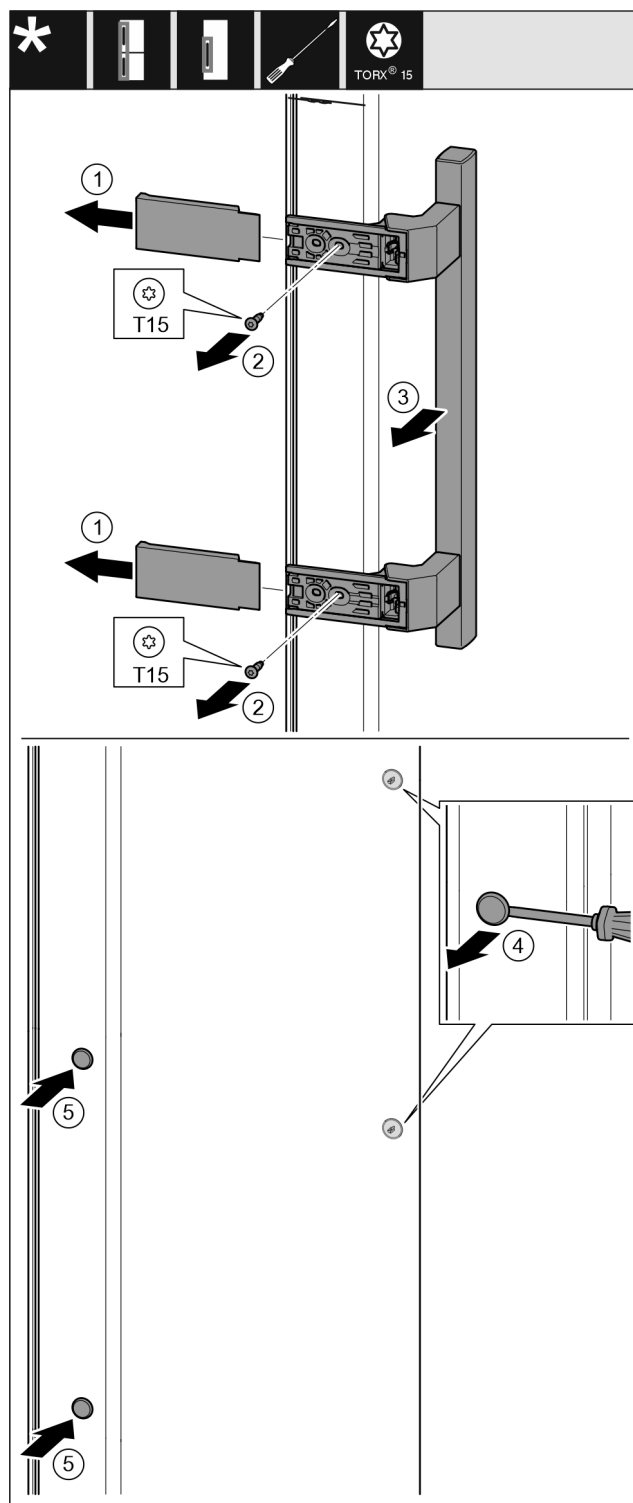

Fig. 19
- Stiahnite kryt. Fig. 19 (1)
- Skrutkovačom Torx 15 vyskrutkujte skrutky. Fig. 19 (2)
- Odoberte držadlo. Fig. 19 (3)
- Plochým skrutkovačom opatrne nadvihnite a vyberte bočnú zátku. Fig. 19 (4)
- Zátku opäť nasadíte na druhú stranu. Fig. 19 (5)